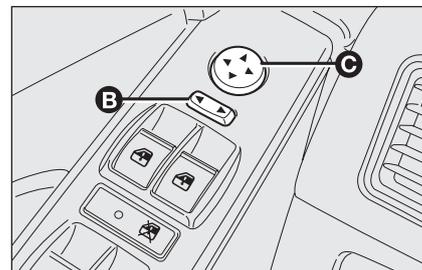

fig. 54
- mediante l'interruttore **B-fig. 54** selezionare lo specchio (sinistro o destro) su cui eseguire la regolazione;